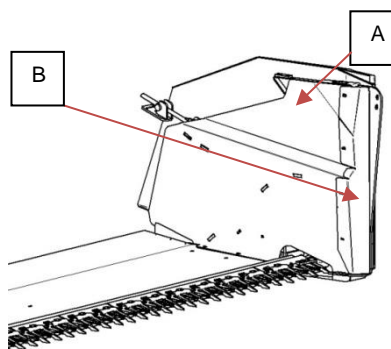

Abb.2
- Die innere von der inneren linken Seite festgeschraubte Schutzhaube (B) demontieren (Abb.2).
- Die Seitenschutzhaube montieren (A) Abb.2 und absichern (festschrauben).